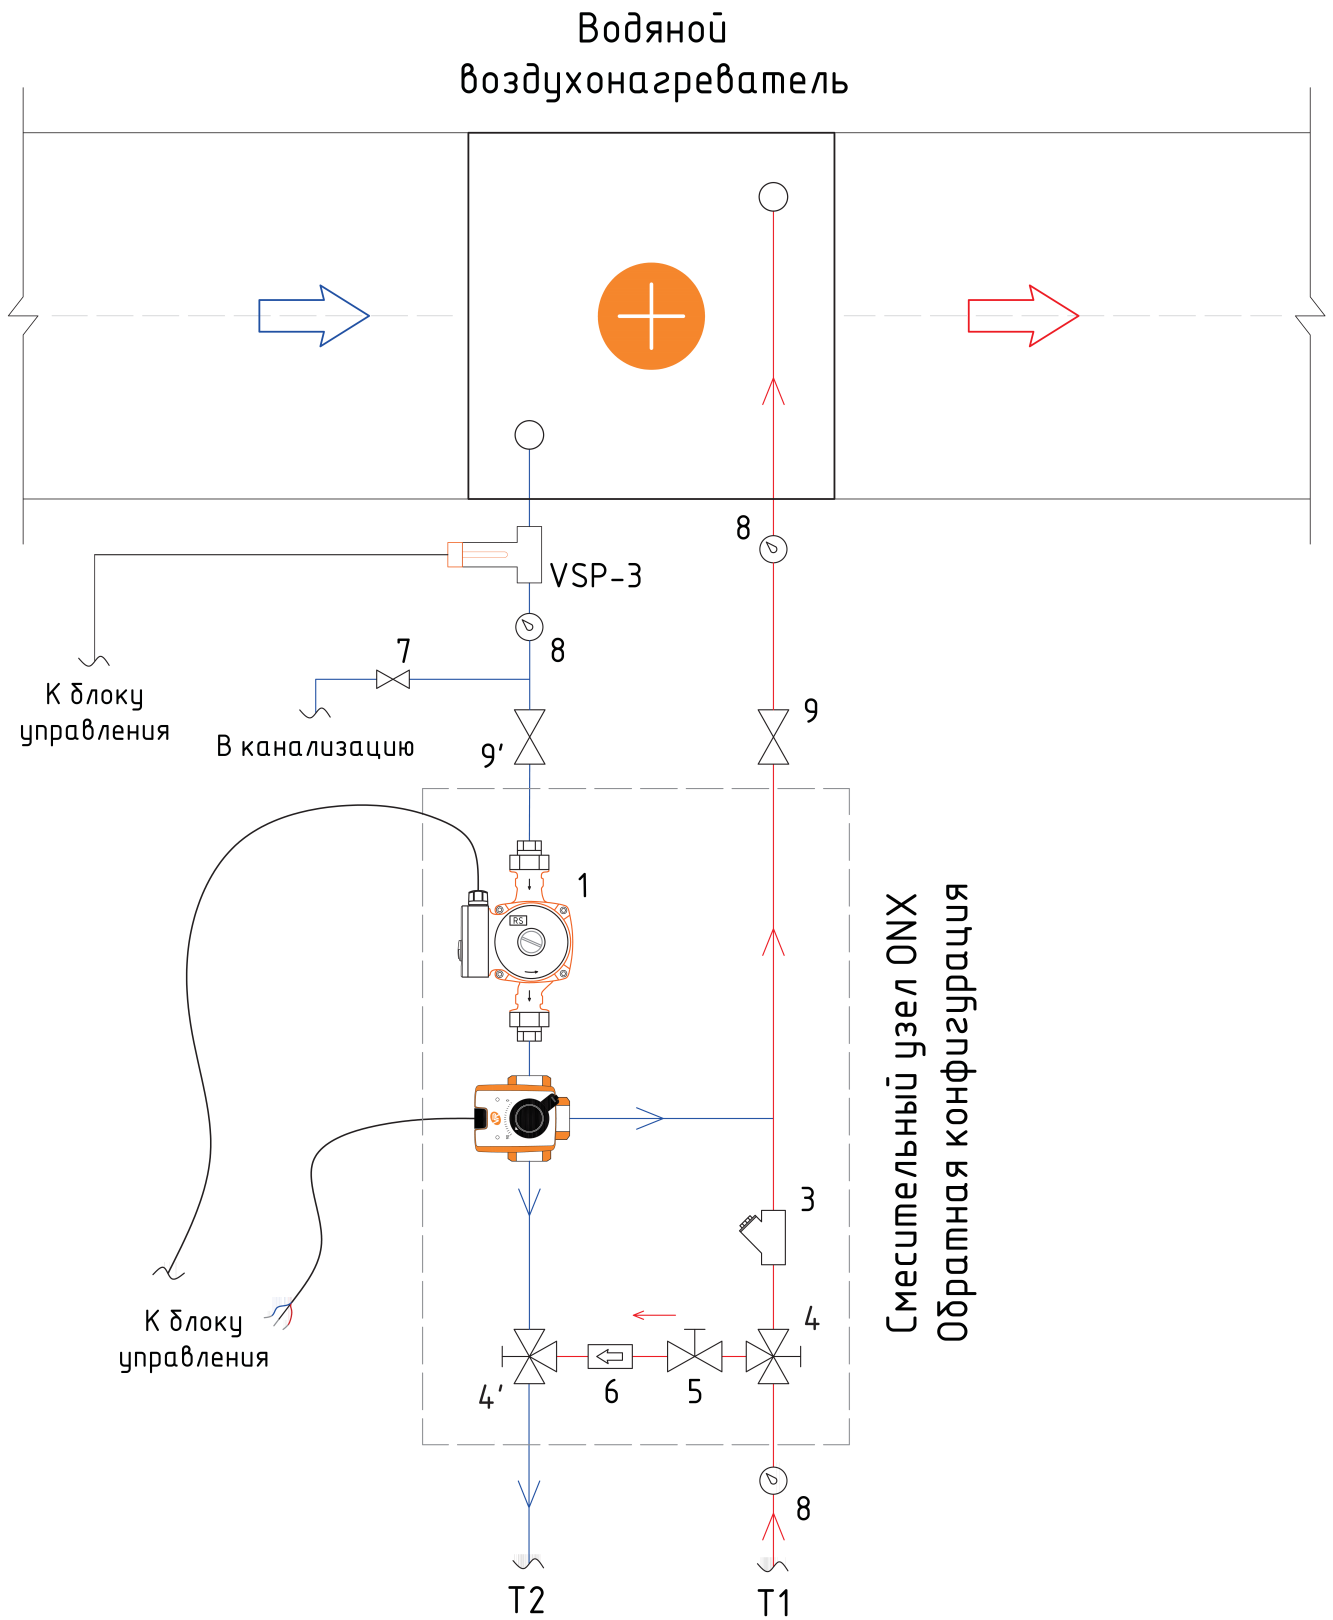
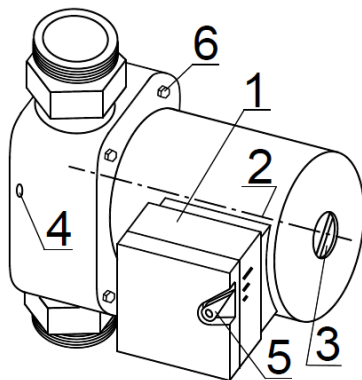

Рисунок 5.2 – Гидравлическая схема смесительного узла ONX обратной конфигурации
Рисунок 5.4 – Правильное положение насоса
Узел устанавливается так, чтобы вал мотора насоса (рисунок 5.4, поз.2) находился в горизонтальной плоскости.
Коробка электроподключения насоса (рисунок 5.4, поз. 2) не должна располагаться в нижнем положении. Для изменения её положения допускается перевернуть переднюю часть корпуса относительно задней, вывернув 4 винта его крепления (рисунок. 5.2, поз.6).
В случае изоляции (термоизоляции) корпуса насоса отверстия слива конденсата (рисунок 5.2, поз.4) должны быть открыты.
Кабель заводится в коробку электроподключения (рисунок 5.4, поз.1) через зажимной сальник и подключается к клеммам внутри неё. Кабель должен быть надежно закреплен на несущих конструкциях.
- заполнить систему и насос теплоносителем, вытеснив весь воздух (при необходимости удалить резьбовую заглушку в насосе (рисунок 5.4, поз.3)) и проверить легкость вращения вала отверткой от руки.
– попробовать переключить насос на более низкую скорость вращения (рисунок 5.4, поз.5).
При необходимости, можно производить изменение частоты вращения электродвигателя насоса переключателем (рисунок 5.4, поз.5) без его выключения.
5.3.5. Слив теплоносителя из корпуса насоса при консервации гидросистемы осуществляется через специальное отверстие (рисунок 5.4, поз.4) или, если его нет, путём снятия верхней части корпуса насоса при удалении 4-х винтов его крепления (рисунок 5.4, поз.6).